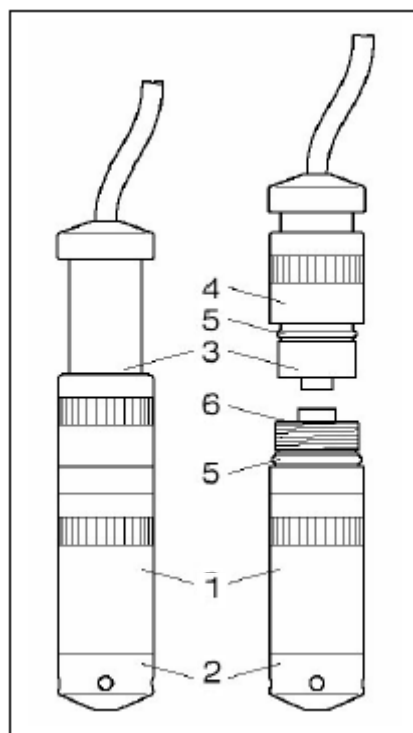

Рисунок 2.
Датчики имеют разъемное кабельное соединение. Для отсоединения кабельной части (см. рисунок 2), отверните накидную гайку (4), при этом, следите за тем, чтобы корпус кабельной части (3) не проворачивался относительно корпуса датчика (1).